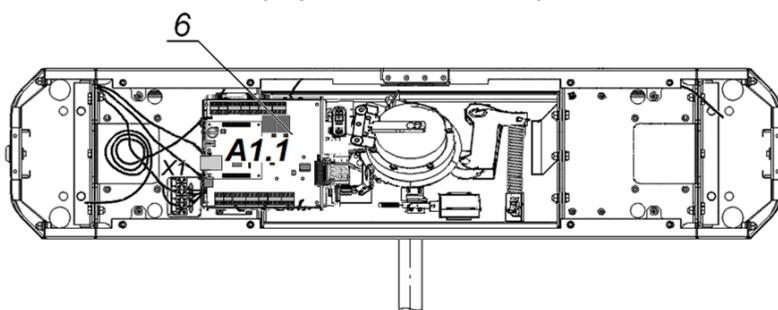

Рисунок 12. Схема прокладки кабелей в стойке ЭП
- Подготовьте в полу отверстия под гильзы анкеров для крепления стойки ЭП. Установку и крепление стойки производите после прокладки всех кабелей в кабельном канале и внутри стойки. Схема прокладки кабелей в стойке показана на рис. 12.
- Демонтируйте боковые заглушки (10), открыв ключом замки (11).
- Снимите крышку стойки ЭП (3) (см. разд. 6).
- Протяните кабели внутри стойки. Рекомендуемое расположение кабелей при прокладке внутри стойки показано на рис. 12.
17. Выполните заземление стойки ЭП в соответствии с требованиями ПУЭ («Правила устройства электроустановок»). Контакт заземления **Z1** (8, рис. 12) находится за боковой заглушкой стойки (10). Для крепления кабеля заземления на контакте используйте гайку M4.
18. Проверьте правильность и надежность всех электрических подключений. При помощи площадок самоклеящихся и стяжек неоткрывающихся из комплекта поставки закрепите все кабели. После подключения всех кабелей и закрепления стойки на полу установите на место боковые заглушки (10) в порядке, обратном снятию.
19. Установите на место крышку стойки (3) (см. разд. 6). Проведите пробное включение ЭП согласно разд. 9.1.